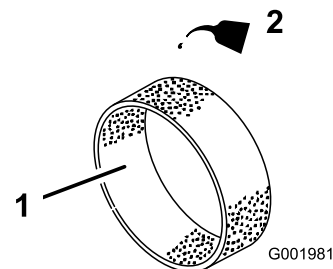

Figura 47
- Coloque 30 ou 60 ml de óleo no filtro (Figura 47).